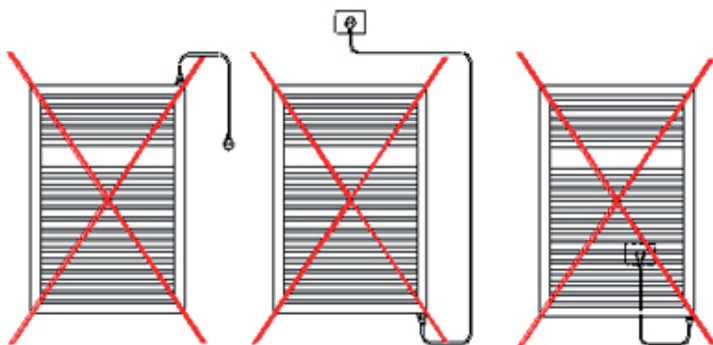

Fig. 2a
- Esempi di non corretta installazione dello scalda salviette con il POSEIDONE (Fig. 2a).